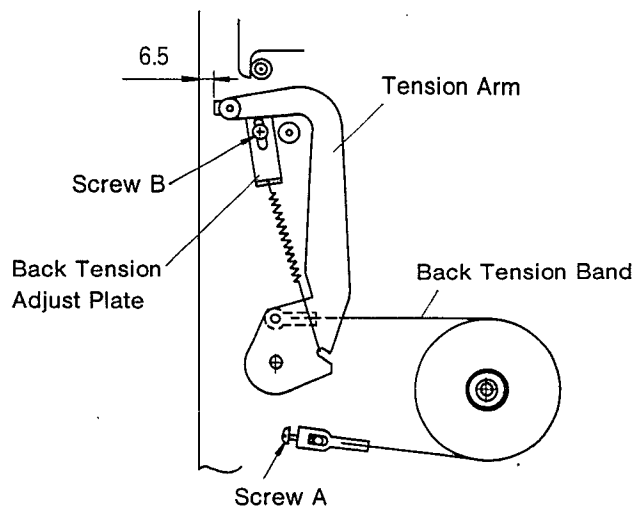

Fig. 13
1. Tension arm position (Fig. 13)
2. Back tension (Fig. 13)